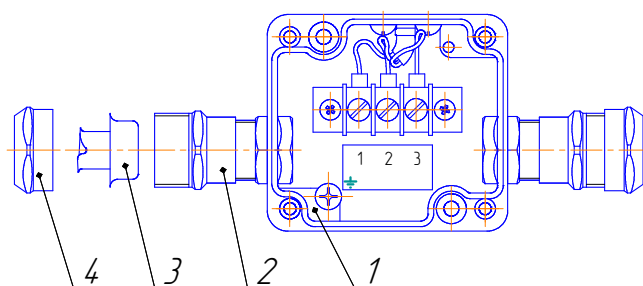

Рисунок 2. Клеммная коробка со снятой крышкой.
- Вскрыть крышку клеммной коробки (см. рис.2);